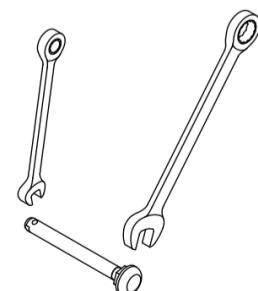

Fig. 15.30 Regolazione del perno ad estrazione rapida
1. Tenere saldamente la parte finale del perno (dove si trovano le sfere) utilizzando una chiave inglese da 7/16". (Fig. 15.30)